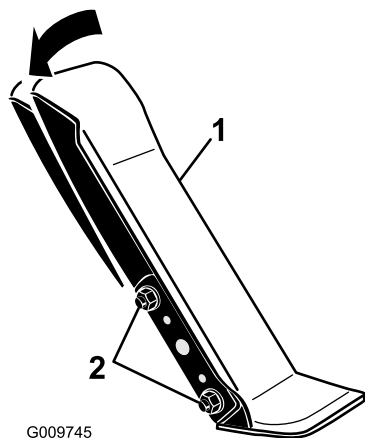

Figure 83
1. Desserrez les 2 écrous et boulons qui fixent le côté gauche de la pédale de déplacement au support (Figure 83).
2. Faites pivoter la pédale à l'angle voulu puis serrez les écrous (Figure 83).